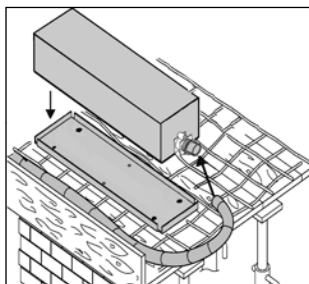

Bild 10
3. Betoneingießkasten mit Rohrzuführung verbinden und fest auf den Abschlussdeckel drücken (Bild 10).